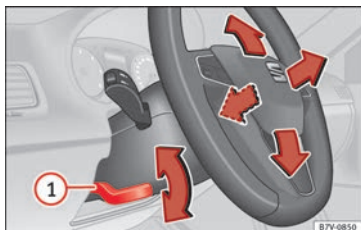

Bild 24 Mekanisk inställning av ratten
- Tryck spaken » **bild 24** ① nedåt.